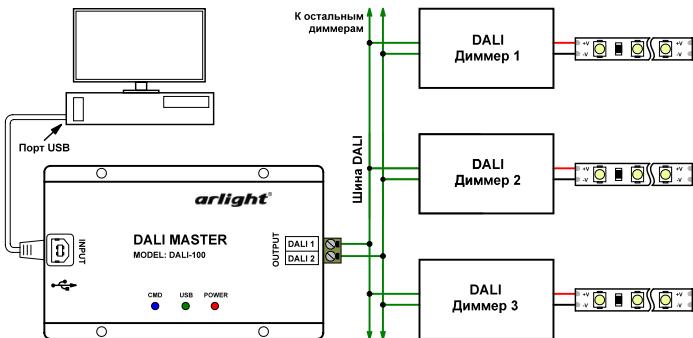

Рис.1. Схема соединения оборудования.
2. Подключите диммер DALI или другое оборудование DALI к выходу **OUTPUT** контроллера (см. Рис.1).